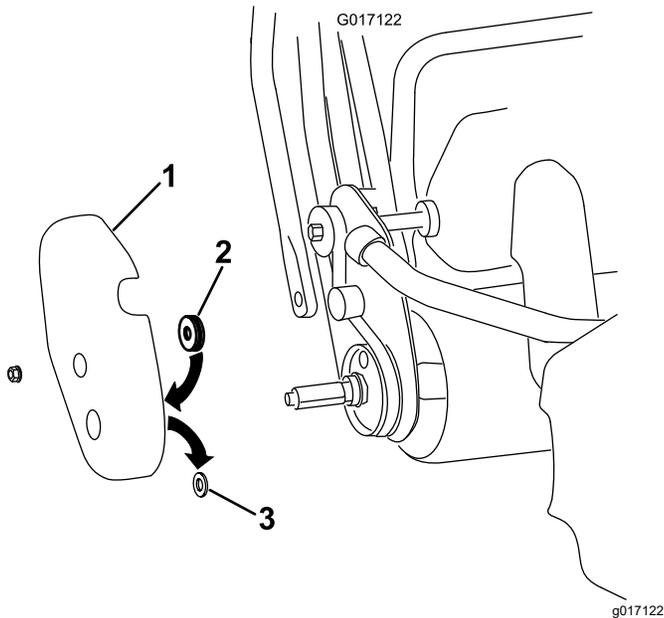

Figura 9
A. Retire a cobertura do tambor do lado direito da máquina (Figura 9).
B. Retire e deite fora o olhal de borracha do furo do eixo da cobertura do tambor (Figura 9).
C. Coloque o vedante no lado interior da cobertura posicionando-o em redor do furo do eixo (Figura 9).